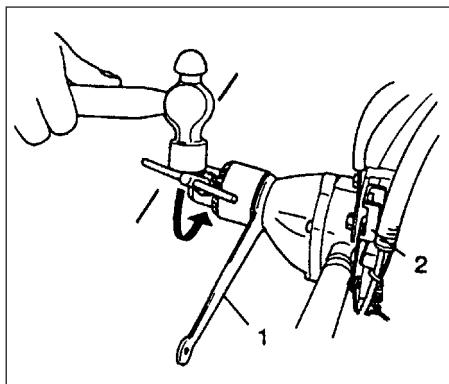

Fig. 2-6
- Resserrer la caresse plus assurément, régler une 19 mm clé (1) entre le cas d'engrenage et la caresse d'exercice pour verrouiller l'arbre d'unité. Allumer le levier de serrure (2) a frappé alors la poignée de caresse montée avec un marteau pour visser (dans le sens des aiguilles d'une montre) la caresse. (TED-270PFL/270PFLS/270PFDH/270PFDLS/270PFHS) (Fig. 2-6)